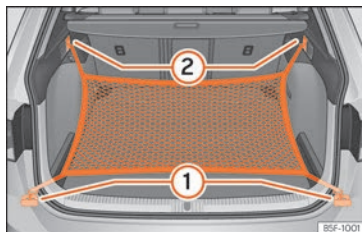

Fig. 152 En el maletero: argollas ① y ganchos ② para enganchar la bolsa de red (modelo Leon Sportourer ST).
- Fije los ganchos cortos de la red en las argollas de amarre »» fig. 152 ① »» ⚠. La cremallera de la bolsa tiene que quedar hacia arriba.
- Fije las cintas en los ganchos para colgar bolsas ②.